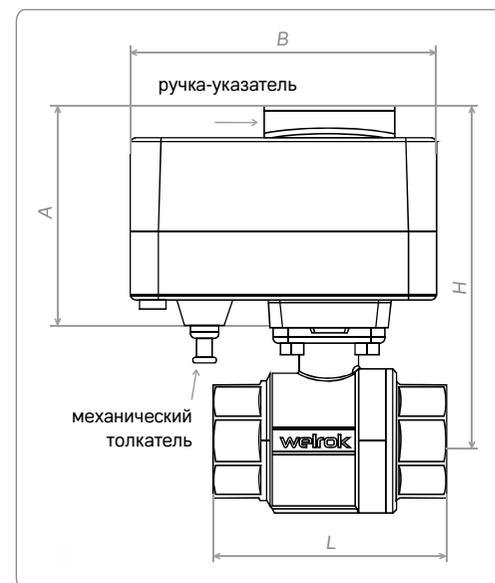

Рисунок 1. Габаритные размеры крана шэп
- разблокируйте кран шэп нажатием на механический толкатель (см. рис.1);
- поверните ручку-указатель, на внешней стороне электропривода с зажатым толкателем (см. рис.1).
Ручное открытие крана шэп без зажатого механического толкателя (рис.1) может повредить внутренний механизм электропривода.